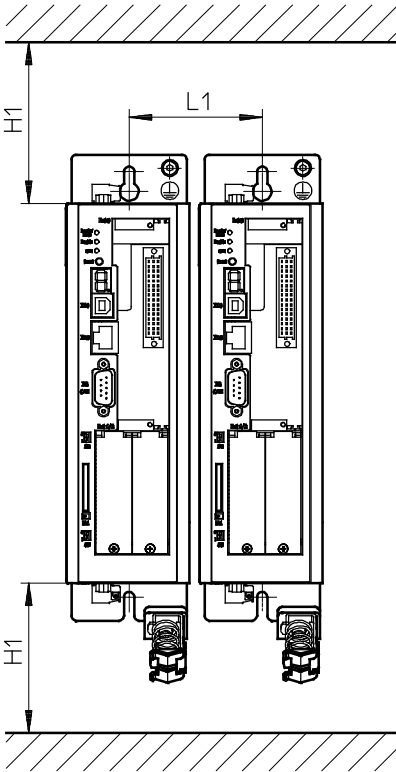

Fig. 3.4 Motorcontroller CMMP-AS-...-M3: Montageabstand und Einbaufreiraum
- Die Motorcontroller der CMMP-AS-...-M3 Familie sind so ausgelegt, dass sie bei bestimmungsgemäßen Gebrauch und ordnungsgemäßer Installation auf einer wärmeabführenden Montageplatte direkt anreihbar sind. Wir weisen darauf hin, dass übermäßige Erwärmung zur vorzeitigen Alterung und/oder Beschädigung des Gerätes führen kann. Bei hoher thermischer Beanspruchung der Motorcontroller CMMP-AS-...-M3 wird ein Montageabstand (➔ Fig. 3.4) empfohlen!